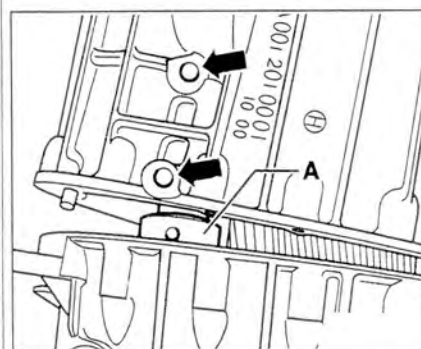

Рис. 5.44. Установите и закрутите болты крепления вала передачи заднего хода А (стрелки).
28. Установите и закрутите болты крепления вала передачи заднего хода А (стрелки) (рис. 5.44).